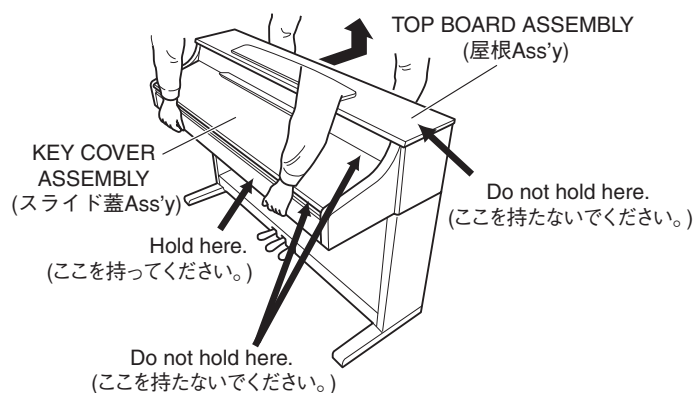

Fig. 14 (図 14)
- 22-5 Move the main unit backward, lift it straight upward and place it on the cloth gently. (Fig. 14)
- 22-5 メインユニットを後方へずらした後、真上に持ち上げて布の上に静かに置きます。(図 14)